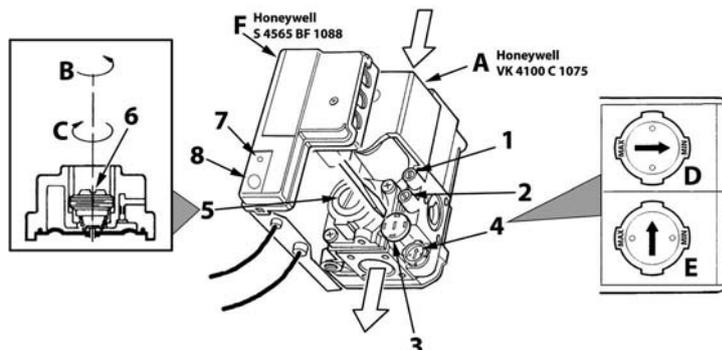

рис. 17 - Регулирование давления
На котле PEGASUS D LN можно регулировать тепловую производительность топки и, следовательно, тепловую мощность, передаваемую воде системы отопления; это делается исключительно путем регулировки основной горелки с помощью газового вентиля (см. рис. 17). На графиках, приведенных в параграфе сар. 5.2, показано изменение передаваемой воде тепловой мощности в зависимости от изменения рабочего давления горелки. Возможность приведения мощности котла в соответствие с реальными потребностями отопления означает, прежде всего, снижение потерь и экономию топлива. Кроме того, при регулировке мощности, регламентированной также стандартом, котлы сохраняют значения КПД и характеристика сгорания почти без изменений.
1. С помощью небольшой отвертки снимите защитный колпак 5 вторичного привода газового вентиля рис. 17.
2. Подключите манометр к клемме давления 2 (рис. 17), расположенного после газового вентиля, затем переведите ручку термостата котла на максимум.
3. Регулируйте давление с помощью винта 6 (рис. 17) на желаемое значение, руководствуясь диаграммами, приведенными в параграфе сар. 5.2.
2. Снимите с газового вентиля маленький защитный колпак 3 (рис. 17). С помощью маленькой отвертки регулируйте "СТУПЕНЬ" розжига на основании выбранного для работы газа (G20-G25 положение Dрис. 17 или G30-G31 положение E рис. 17); установите защитный колпак на место.
- Спустите воздух из газопроводных труб через штуцер отбора давления 1 газового вентиля (рис. 17).